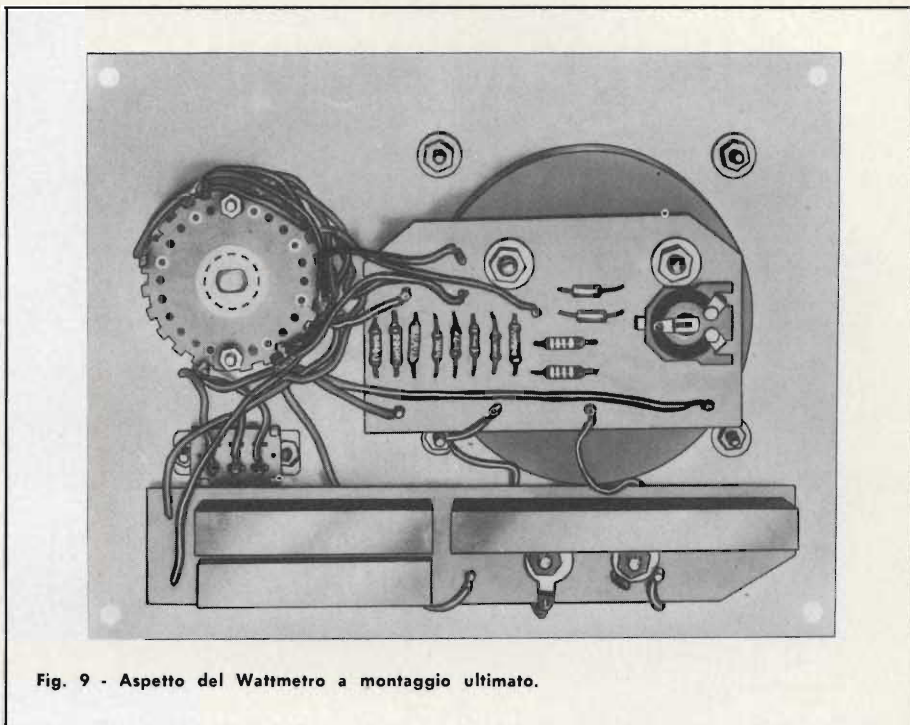

Fig. 9 - Aspetto del Wattmetro a montaggio ultimato.
- Montare il circuito stampato CS1 allo strumento fig. 9.
- Montare il circuito stampato CS2 ai morsetti serrafile, mettere il capocorda e fissarlo con i relativi dadi fig. 9.